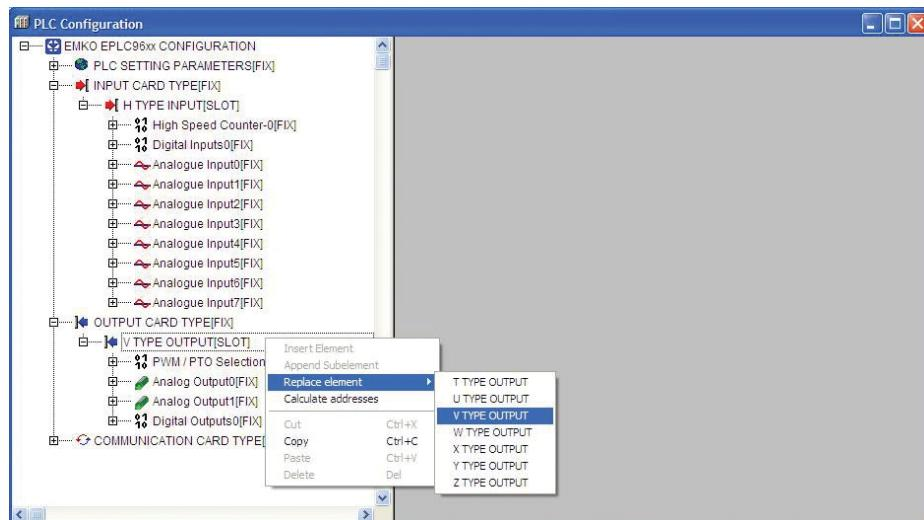

Рисунок 15.14 — настройка модуля вывода
13) Так же сконфигурировать модуль вывода **OUTPUT CARD TYPE [FIX]**. Для этого выбрать правой кнопкой мышки **T TYPE OUTPUT [SLOT]**, в контекстном меню выбрать «**Replace element**» и тип модуля вывода (см. Рисунок 15.14). В нашем случае - **«V TYPE OUTPUT»**;